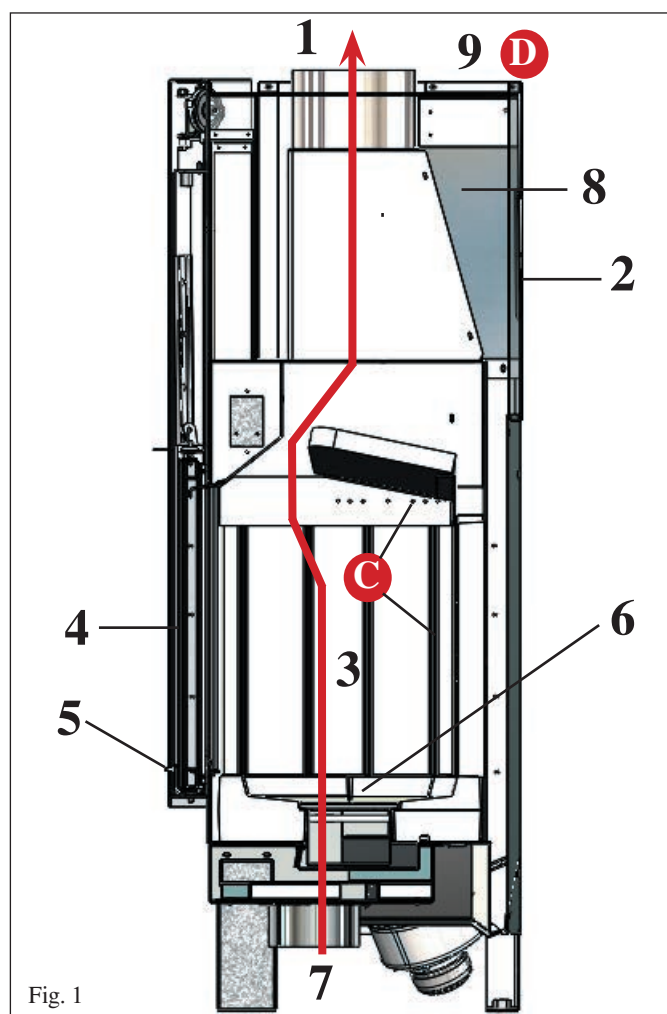
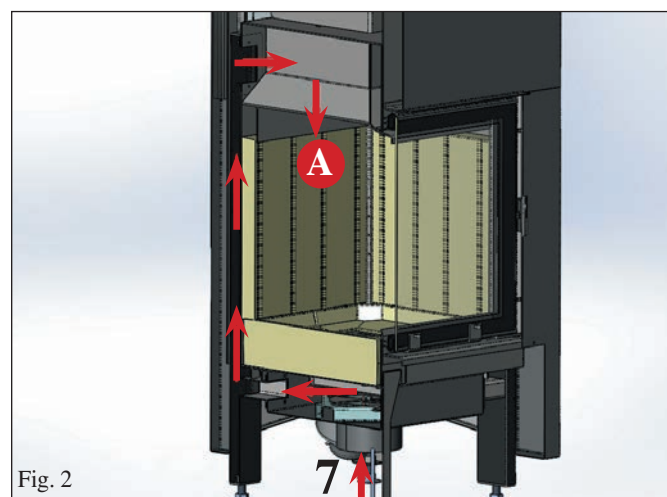

Fig. 1
Fig. 2
**L'aria primaria di combustione (A - fig. 2) e di pulizia vetro** entra tramite un condotto (7 - fig. 1), dalla parte inferiore del caminetto, si riscalda durante il suo percorso sui lati del focolare, e fuoriesce dal condotto presente nella parte alta del focolare.
L'aria è prelevata, tramite un condotto (7 - fig. 1), dalla parte inferiore del caminetto, si riscalda durante il suo percorso sul retro del focolare, per il forte irraggiamento a cui è soggetta e fuoriesce da una serie di fori.
**LEGENDA (fig. 1):**
- 9) uscita aria calda in ambiente (D)**